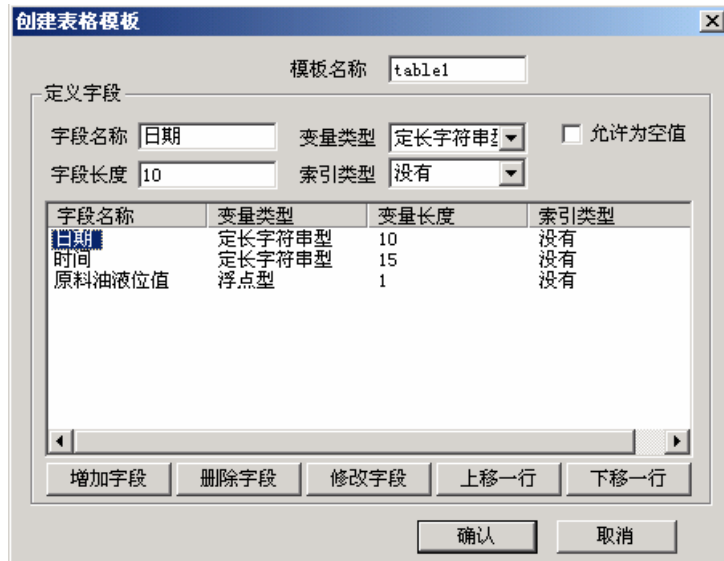

图 6-2 创建表格模板对话框
(1) 在工程浏览器窗口左侧“工程目录显示区”中选择“SQL 访问管理器”中的“表格模板”选项，在右侧“目录内容显示区”中双击“新建”图标弹出创建表格模板对话框，在对话框中建立三个字段，如图 6-2 所示。